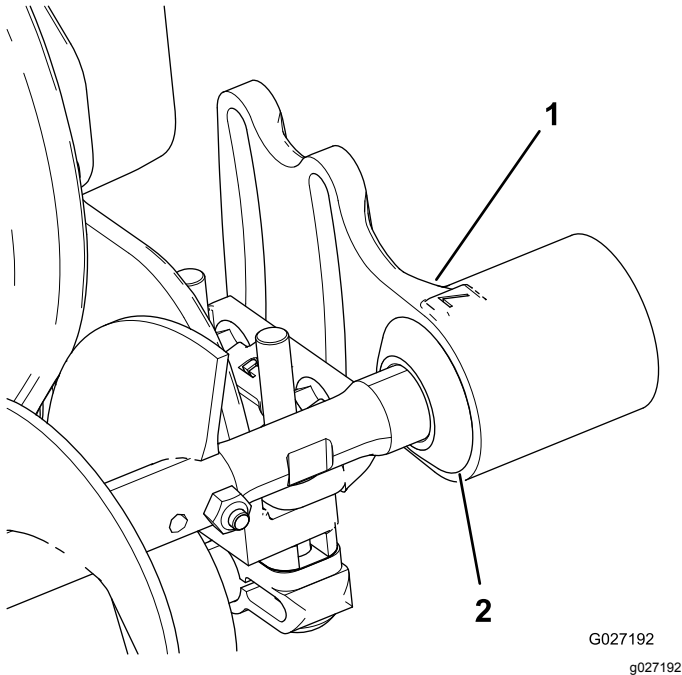

Bild 7
1. Schieben Sie die Abschlussdichtung nach außen, bis die Lippendichtungen gerade jedes Lagergehäuse berühren (Bild 7).